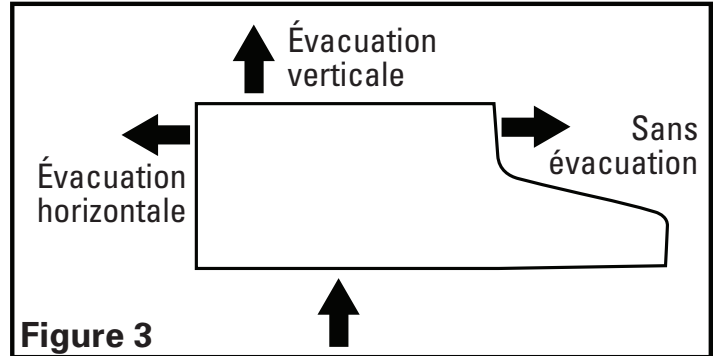

Figure 3
- Déterminez le type de conduits dont vous aurez besoin. Ce modèle peut évacuer l'air verticalement ou horizontalement par un conduit de 8,25 cm sur 25,4 cm. On peut également l'utiliser sans évacuation (il rejette alors l'air dans la cuisine) en ajoutant 2 filtres au charbon de modèle CF-01 (non compris) (**Figure 3**).